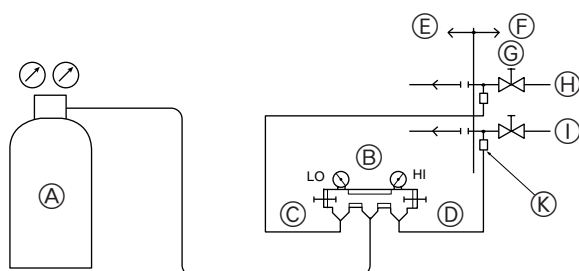

Fig. 5-9
① Test auf Luftdichtigkeit (Fig. 5-9)